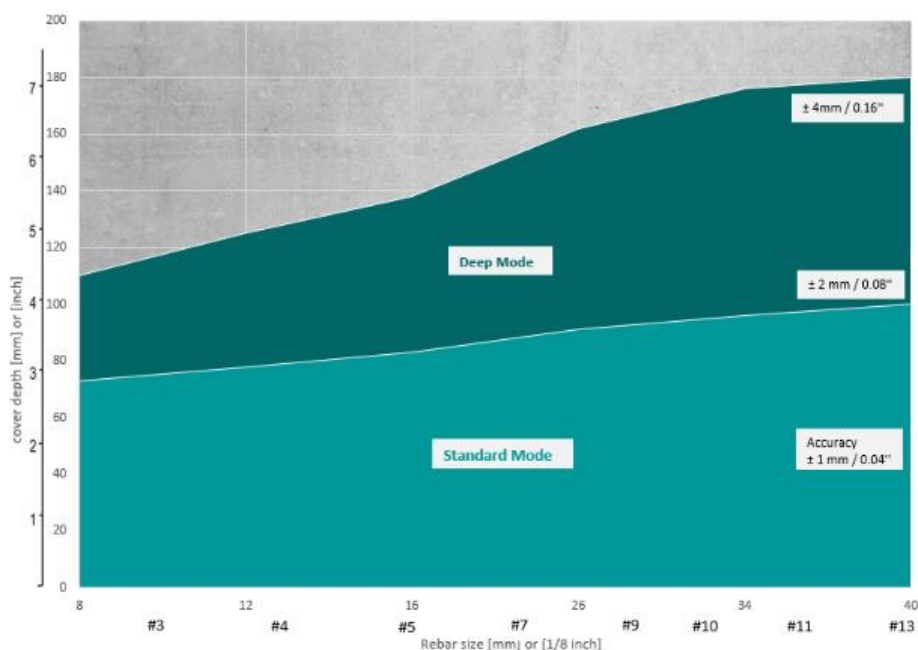

Abbildung 27: Messbereich ohne Wagen
- ! Im Deep-Modus ist 180 mm die maximale Tiefengrenze für die Detektion. Wenn jedoch der Bewehrungsdurchmesser bekannt ist, wird die Abbildung 27 Bietet mehr Präzision bei der maximal möglichen Detektionstiefe nach dem Bewehrungsdurchmesser.
Die Begrenzung auf 80 mm ist jedoch nur eine durchschnittliche Tiefengrenze. Wenn der Bewehrungsstahldurchmesser bekannt ist, wird daher die Abbildung 27 Bietet mehr Präzision bei der maximal möglichen Tiefe nach dem Bewehrungsdurchmesser.